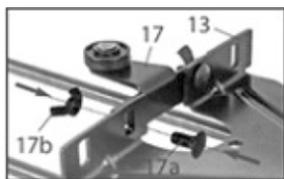

рис.7
Для фрезерования параллельно криволинейного края заготовки на параллельный упор крепится роликовая направляющая, как указано на рис.7:
- закрепить винтами (рис.7 поз.17а) и гайками-барашками (рис.7 поз.17б) роликовую направляющую (рис.7 поз.17) к упору параллельного фрезерования (рис.7 поз.13);